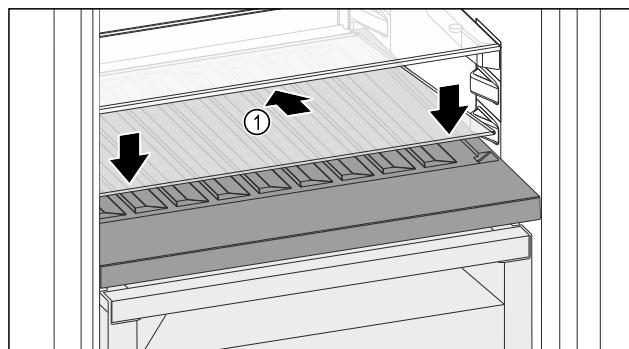

Fig. 167
- Vendosni pllakën e xhamit Fig. 167 (1) pjerrtas, dhe të anuar për poshtë në pjesën prapa.
- Ulni poshtë pllakën e xhamit Fig. 167 (1) përpara.